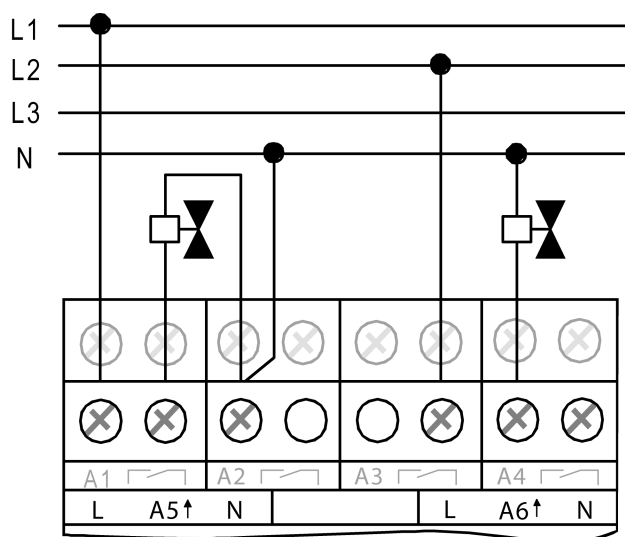

Figure 5: Raccordement électrique des moteurs électrothermiques
- Raccorder les moteurs électrothermiques conformément à l'exemple de raccordement (figure 5).
- i** Les bornes de neutre (repère « N ») à côté des sorties de commutation électronique sont exclusivement conçues pour faciliter le raccordement du neutre des moteurs électrothermiques. Les bornes ne sont reliées à aucun potentiel électrique ni à aucune autre borne de raccordement (bornes de support libres) dans l'actionneur de la pièce et leur utilisation est donc facultative (figure 5).